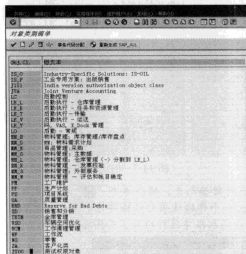
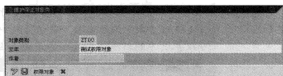

图 14-11 创建对象类别
图 14-12 “维护保证对象类”对话框
STEP 3 在“对象类别”中填写要创建的对象类别，在“文本”中填写该对象类别的具体描述，然后单击“”按钮保存，随即会弹出“创建传输请求”的对话框，将该修改分配一个传输请求号传输即可。至此，对象类别创建完成，可以在刚才的“对象类别清单”界面中看到新创建的对象类别行项目（ZT00），如图 14-11 所示。
STEP 4 对象类别创建完成，接下来在该类别下创建权限对象。在图 14-11 中选择新创建的对象类别，然后单击“”按钮，弹出“维护保证对象类”对话框，如图 14-12 所示。